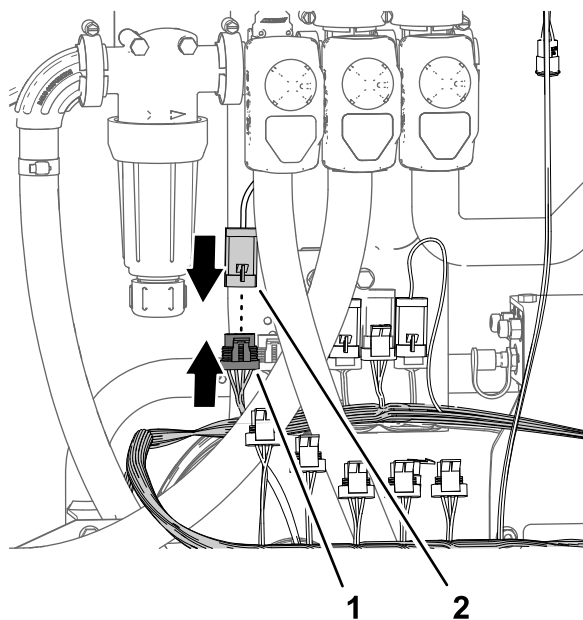

Figure 89
4. Branchez le connecteur à 4 broches de l'actionneur de la vanne de débit au connecteur à 4 douilles de la branche de 89 cm du faisceau du kit étiquetée RATE VALVE (Figure 89).